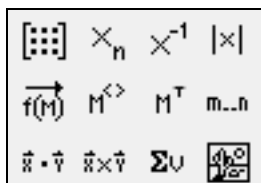

Рис. 1.5. Панель **Матрица (Matrix)**
3. **Матрица (Matrix)** – шаблонами операций над матрицами и векторами (рис. 1.5).